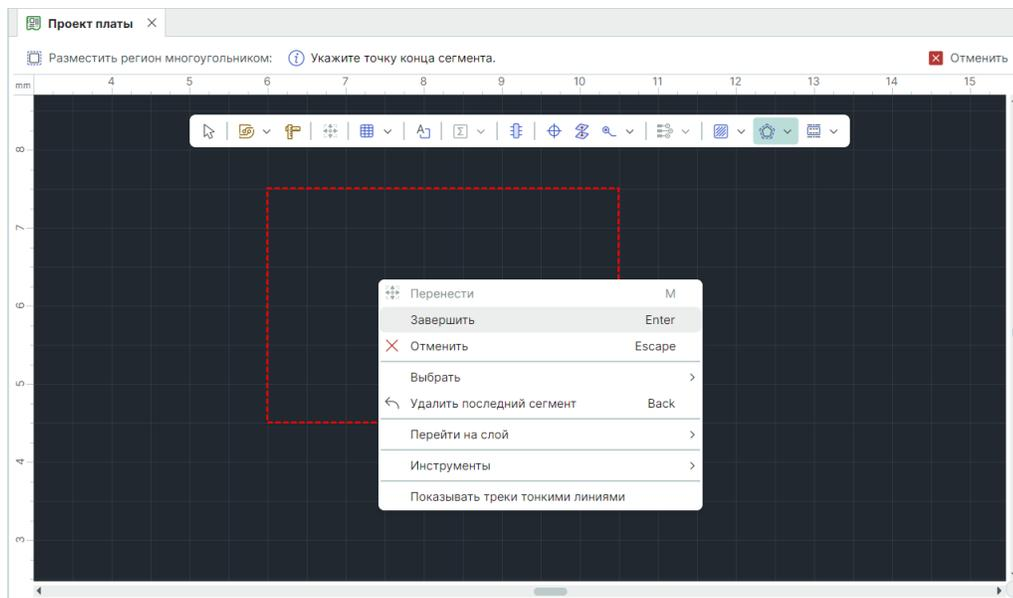

Рис. 164 Завершение формирования границы региона на плате
3. Для завершения построения границы региона нажмите клавишу «Ввод» («Enter») или выберите в контекстном меню пункт «Завершить», см. Рис. 164.